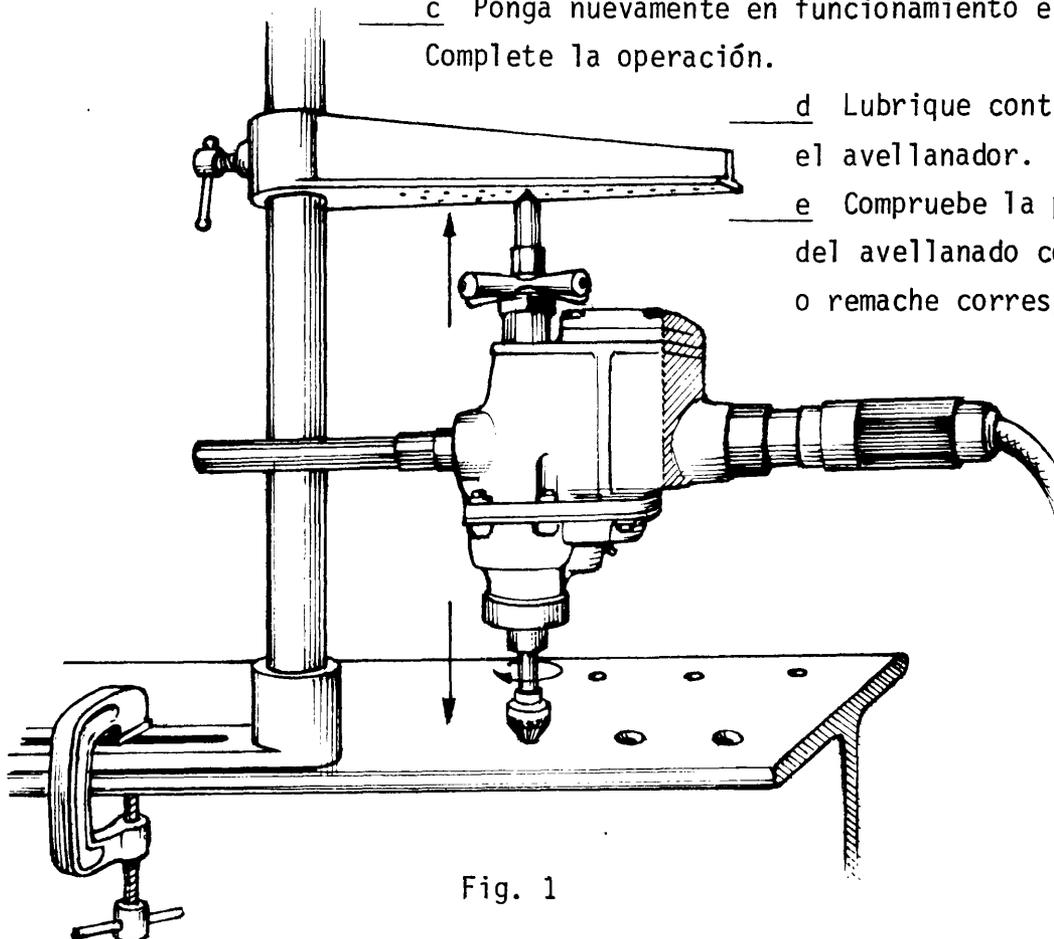

Fig. 1
- a Ponga en funcionamiento el taladro y presione con suavidad, avellanando solamente el borde del orificio (fig. 1).
Entre el rodillo superior "A" y los rodillos "B" y "C" debe quedar un espacio libre cuya altura sea aproximadamente doble al espesor de la chapa (fig. 1).